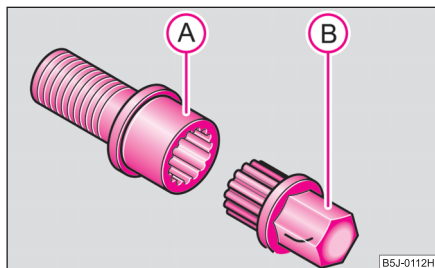

Fig. 164 Șurub de siguranță cu adaptor
- Introduceți adaptorul (B) cu partea zimțată până la limită pe interiorul zimțat al șurubului de siguranță (A), astfel încât să se mai vadă numai partea hexagonală ⇒ fig. 164.
- Împingeți cheia de roată până la capăt, pe adaptor (B).